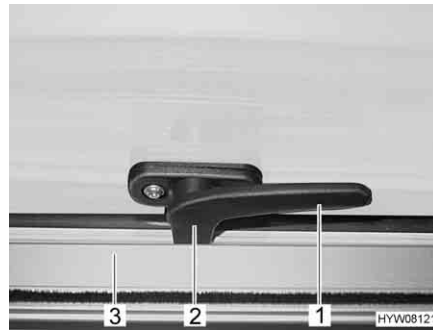

Fig. 105 Levier de verrouillage en position "Fermé"
- Tourner le levier de verrouillage (Fig. 105,1) d'un quart de tour vers le centre de la fenêtre.
- Tourner le levier de verrouillage (Fig. 105,1) d'un quart de tour vers le cadre de la fenêtre. Le tenon de verrouillage (Fig. 105,2) se trouve sur le côté intérieur du verrouillage de fenêtre (Fig. 105,3).